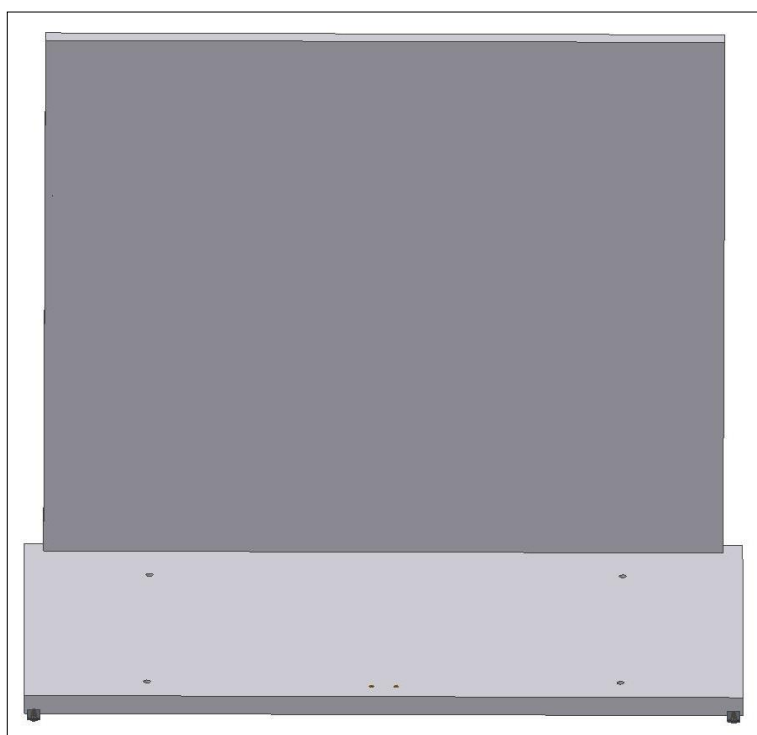

Fig. 3
- Encajar **el panel de la espalda** sobre el panel del fondo y apretar (Fig.3);